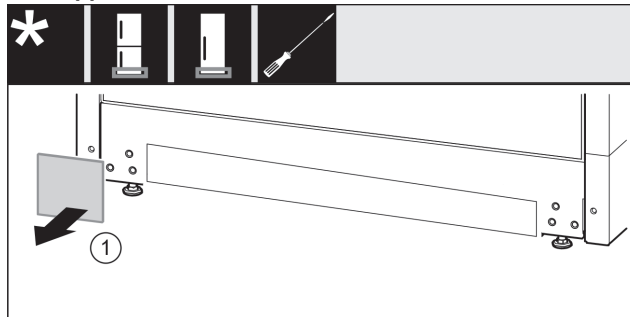

Fig. 17
- ▶ Fjern dekselet Fig. 17 (1).